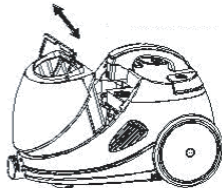

Рис. 2
2. Извлеките контейнер из корпуса пылесоса, используя встроенную ручку (Рис.2).